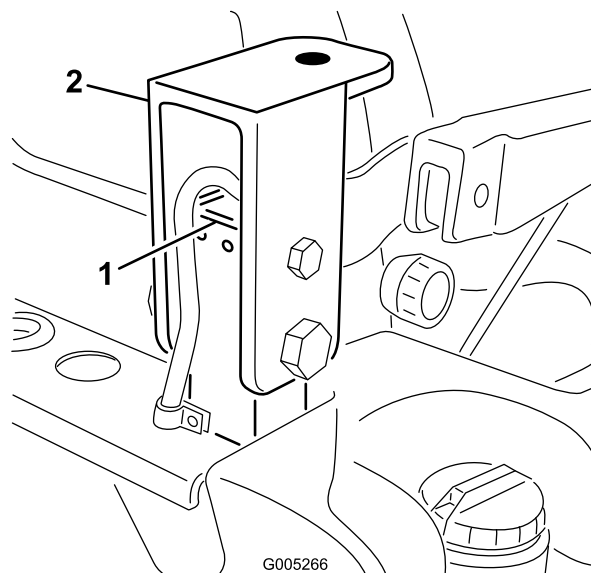

Figura 96
3. Instale provisionalmente un soporte de montaje de la cabina en cada poste del ROPS con 2 pernos (1/2 x 3 pulgadas), 2 tuercas (1/2 pulgada), 2 pernos (3/4 x 3-1/2 pulgadas) y 2 tuercas (3/4 pulgada) (Figura 96). Asegúrese de que el taladro de la placa superior está orientado hacia adelante. No apriete los pernos todavía.